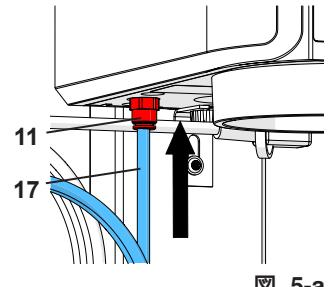

図. 5-a
従来の装置では、入力フィルター (12) が装置の外部に配置されています (図5-B)。この場合には、エアーホース (17) を入力フィルタ (12) に差し込みます。その際、軽く抵抗を感じます。